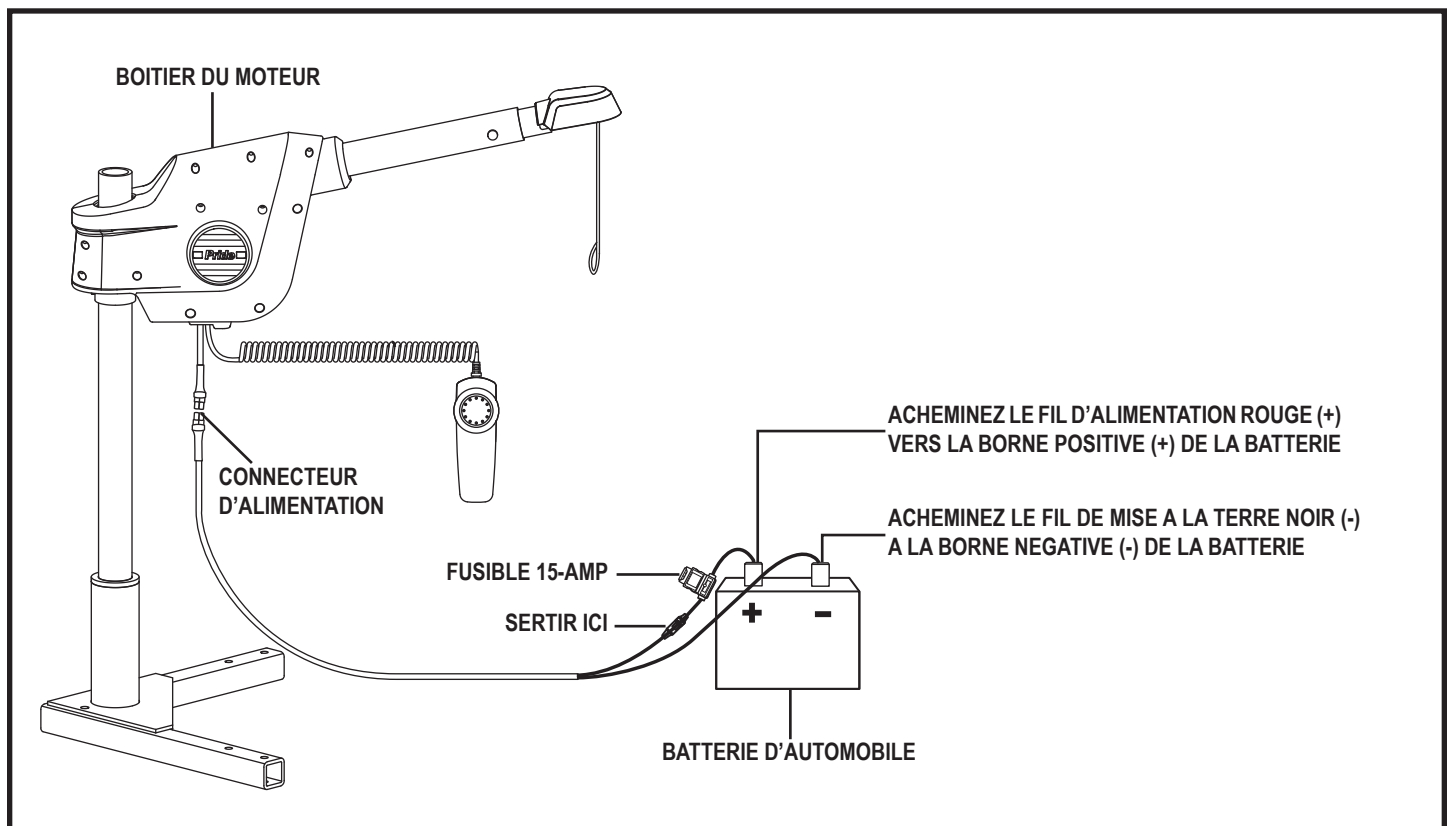

Figure 15. Connexions de câblage électrique (montage sur coffre illustré)
1. Acheminez le kit de câblage de la batterie (à partir du système de levage) à travers l'intérieur du véhicule jusqu'à la batterie du véhicule. **Voir la figure 15.** Cachez le câble derrière ou sous les panneaux intérieurs (il devrait y avoir des trous existants). Assurez-vous que le câble soit protégé par un passe-fil en caoutchouc quand il passe à travers les panneaux de métal et dans le compartiment du moteur. A l'intérieur du compartiment du moteur, fixez le câble au pare-feu et à l'aile intérieure avec les attaches à fil en plastique fournies. Faites attention de ne pas causer des éraflures au câble d'alimentation. Il est important de fixer le câble d'alimentation à différents points le long de son parcours.
REMARQUE: Si vous l'installez dans un coffre, débranchez le connecteur d'alimentation (voir figure 15) et retirez le boîtier du moteur et le montant supérieur et placez-les dans un endroit où ils seront sécurisés. La hauteur du bras de la flèche ne permettra pas la fermeture du coffre.